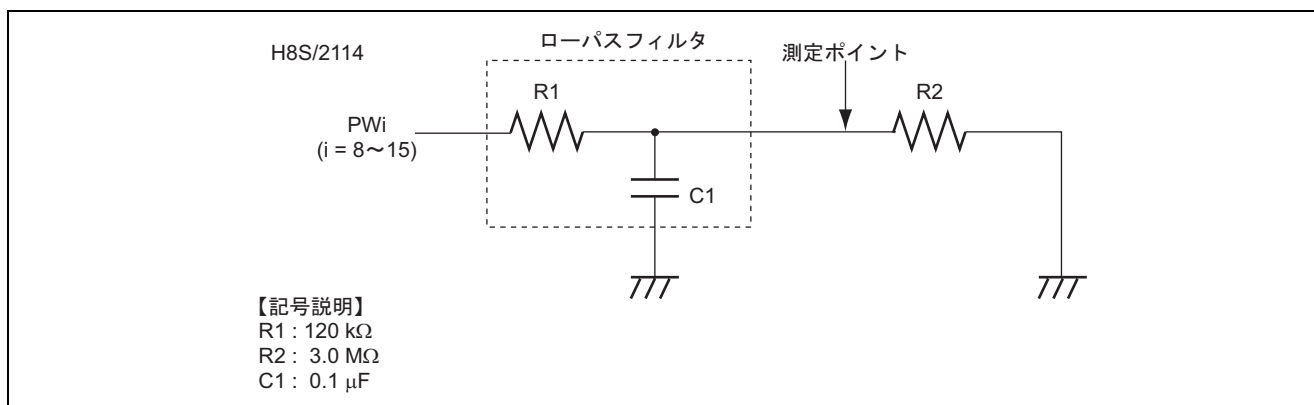

図 1 D/A として使用する場合の回路例
- 図 1 に示すように、8 ビット PWM 機能は、PW_i (i = 8 ~ 15) 端子から出力を行ないます。その信号をローパスフィルタ (RC 回路) を通過させることにより、アナログ出力 (D/A 出力) を生成します。本タスクでは、PW8 端子による PWM 出力を行なっています。
*2 図 1 の R1, R2, C1 の値